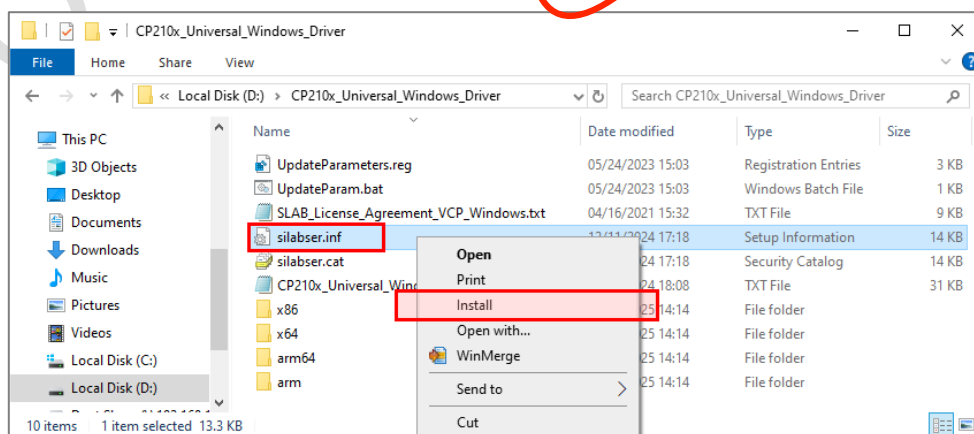

图 8：安装串口驱动 1
2. 解压安装包 → 右键单击【silabser.inf】→ 点击【Install】如图 8 所示。